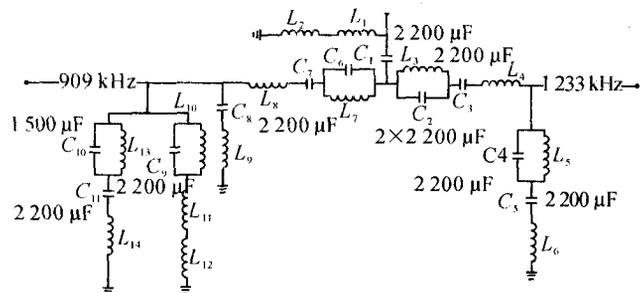

图1 双频共塔天调网络示意图
首先确认阻塞网络(如图1)由 C_2 和 L_3 、 C_6 和 L_7 组成,匹配网络由 C_8 和 L_9 组成,吸收网络由 C_4 、 C_5 、 C_9 、 C_{10} 、 C_{11} 、 L_5 、 L_6 、 L_{10} 、 L_{11} 、 L_{12} 、 L_{13} 和 L_{14} 组成,阻塞网络和匹配网络确认后再用网络分析仪来确认某一个吸收网络所吸收的频率。
①调整双频共塔两端均有接地可调元件的匹配网络。将网络分析仪的频率调整到被测发射机的频率上,将发射机输出馈线与天调网络输入端断开,再将网络分析仪夹子线夹于天调网络输入端与地之间,调整匹配网络(匹配网络有 Γ 型、倒 Γ 型、 π 型和T型)并接地端电感线圈,使其虚部为零或接近零,之后再对串联臂上的电感线圈进行调整,使天调网络阻抗等于或接近发射机输出阻抗,经反复调整可得到理想的阻抗。
②调整双频共塔一端有对地可调元件,一端无对地可调元件的匹配网络时(如图1),以本台909kHz与1233kHz双频共塔网络为例,1233kHz一边有匹配元件 C_3 和 L_4 ,没有对地调谐元件,因此必须先调整1233kHz一边(在阻塞网络和吸收网络都校准的情况下进行调配)。第一步,调整网络分析仪使用频率为1233kHz;第二步,将发射机输出馈线与天调网络断开,将调试好的网络分析仪连接到1233kHz网络输入端;第三步,调整 L_1 或 L_2 ,使得1233kHz网络输入端阻抗为 $75\pm j_x$;第四步,调整 L_4 抵消虚部,网络分析仪读数为 $R=75\Omega, j_x=\pm 0\Omega$ 。
③909kHz一边的调试步骤:首先将网络分析仪的频率预制到909kHz,并接入到909kHz网络输入端(将馈线与网络输入端断开),调整 L_9 ,使909kHz网络输入端阻抗为 $R\pm j_0$ (即虚部调整为零),再对 L_8 进行调整,使 R 接近 75Ω ,并有一个较小的虚部,再调整 L_9 ,使阻抗为 $R=75\Omega, j_x=\pm 0\Omega$ 。
④天调网络调试完毕,开启发射机,首先要降低发射机输出功率,仔细调整发射机上的微调系统,使发射机与天调系统完全匹配,再逐步增加发射机的输出功率使其达到正常值。